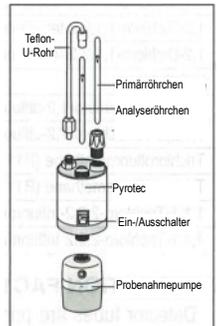

fig. 1
5. Setzen Sie das Primärrohrchen und das Analyseröhrchen fest so in den Gastec Pyrotec Pyrolyzer ein, dass der Pfeil (G) auf dem Röhrchen zum Gastec Pyrotec Pyrolyzer zeigt (Abb. 1).